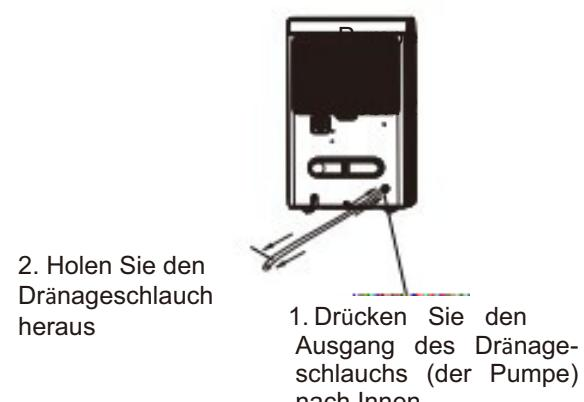

Abb.13
- Drücken Sie den Ausgang des Dränageschlauchs nach Innen und holen Sie den Schlauch heraus. (Abb. 13). Stellen Sie sicher, dass das Wasser nicht aus dem Schlauch auf den Boden ausläuft.